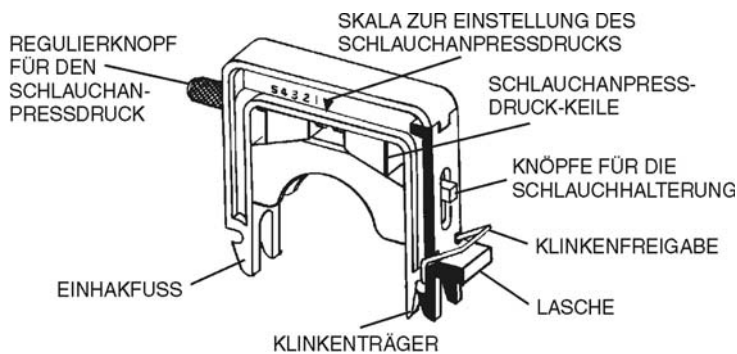

ABBILDUNG 4 KASSETTENBAUGRUPPE
1. Den Regulierknopf für den Schlauchanpressdruck (siehe Abbildung 4) entgegen dem Uhrzeigersinn auf die maximale Öffnung drehen. Dieser Schritt ist nicht notwendig, wenn der Schlauchanpressdruck auf der werkseitigen Einstellung steht oder bereits während vorausgehender Pumpvorgänge korrekt eingestellt wurde.
5. Die Kassette mit dem Schlauch über den Rotor klappen und die Lasche nach unten drücken (siehe Abbildung 4), bis die Klinke einrastet (siehe Abbildung 6E). **Hinweis:** Die Schlauchkassette nach Bedarf an der in Abbildung 6E angegebenen Stelle nach unten drücken, um das Ein- und Ausklinken zu erleichtern.
2. Auf der Klinkenseite auf die Schlauchkassette drücken (siehe Abbildung 6E) und den Einhakfuß nach außen aus dem Stab aushaken. Drücker des Klinkenfreigabe (siehe Abbildung 4) erleichtert diesen Schritt.
(4) Bidirektionales Pumpen